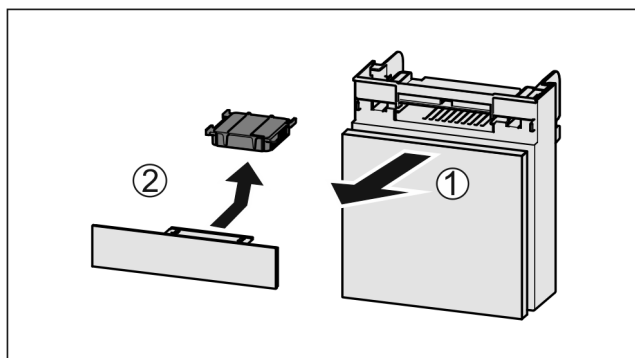

Fig. 77
- ▶ Zásuvku vytáhněte dopředu Fig. 77 (1).
- ▶ Filtr s aktivním uhlím vyjměte Fig. 77 (2).